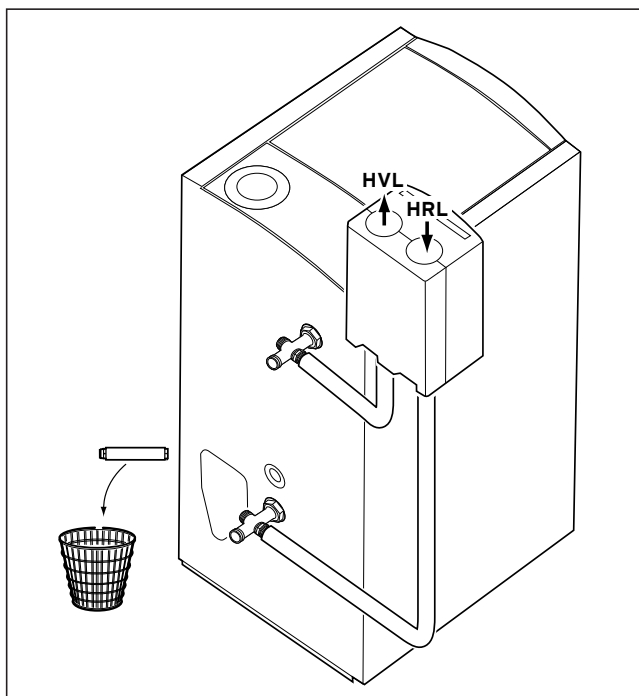

Fig. 2: Montaggio di un gruppo tubi sul lato sinistro della caldaia (pos. 3 non necessaria)
Estrarre il nipplo doppio dagli elementi di raccordo (4) (sono montati in fabbrica solo a mano). Rendere stagno il nipplo doppio inserendo canapa nel bocchettone di collegamento della caldaia per la mandata riscaldamento (HVL) e il ritorno riscaldamento (HRL (NT)) (v. fig. 2).